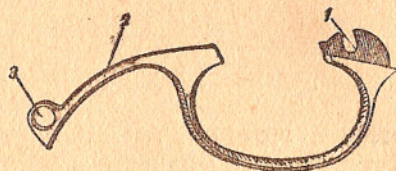

Рис. 22. Спусковая скоба:
20. Спусковая скоба (рис. 22) служит для предохранения спускового крючка от случайного нажатия на него и является опорой для нижнего пера боевой пружины. Она имеет: хвост с отверстием для на-